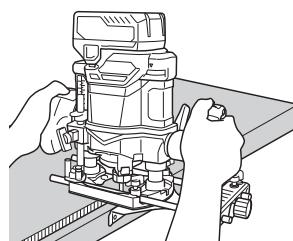

Fig. 23
- (1) Inserte una barra guía en cada orificio del soporte de barra, luego apriete suavemente los 2 pernos de aletas (A) en la parte superior del soporte de barra.
- (2) Inserte una barra guía en cada orificio de la base, luego apriete con firmeza los pernos de aleta (A) (accesorios estándar).
- (3) Utilice el tornillo de alimentación para realizar ajustes precisos de las dimensiones entre la broca y la superficie de la guía y, a continuación, apriete firmemente los 2 pernos de aletas (A) de la parte superior del sujetador de la barra y el perno de aleta (B) de fijación de la guía recta.
- (4) Como se muestra en la Fig. 23, asegure firmemente la parte inferior de la base a la superficie procesada de los materiales. Haga avanzar la fresadora mientras mantiene el plano de la guía sobre la superficie de los materiales.